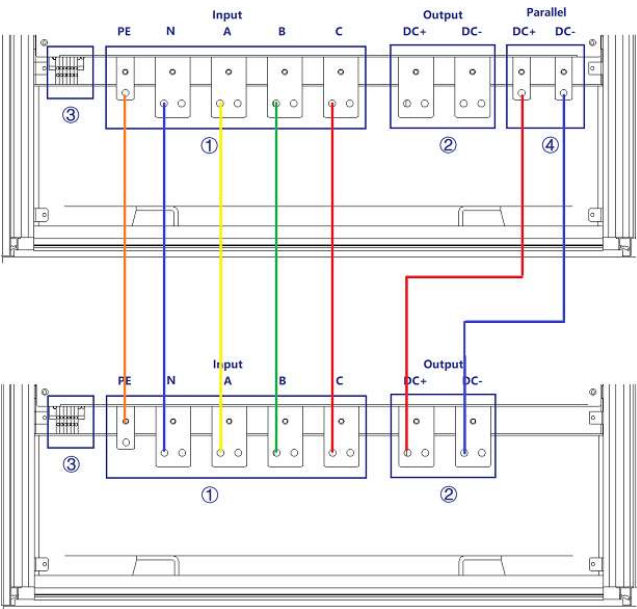

图 2-13 并联机柜间接线图
**步骤四：**如图 2-13 所示，将两台设备的输入、输出并联线缆连接。